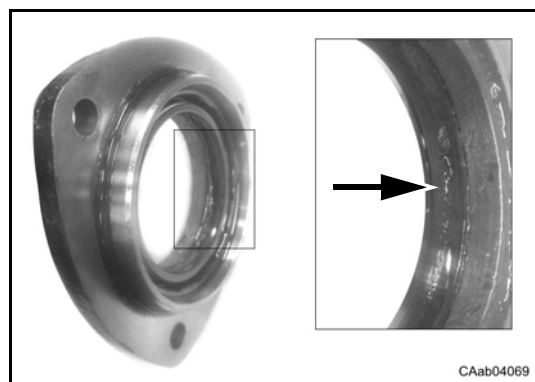

Fig. 13
- Sostituire quei particolari che presentano tracce di usura o di danneggiamento (Fig. 13).